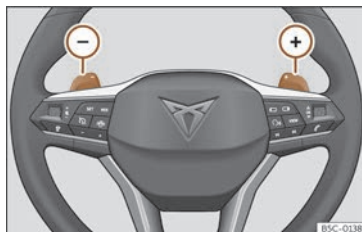

Fig. 116 Volant: palanques per a canvi automàtic.
- Premeu la lleva de canvi (+) per inserir una marxa superior >>> **fig. 116**.